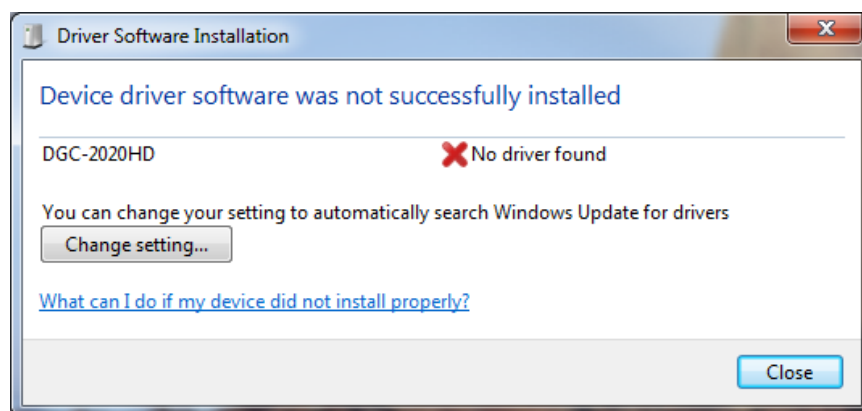

Figure 9-1. Installation du logiciel pilote
- Étape 1 : Si le message dans la Figure 9-1 s'affiche, fermez tous les programmes et redémarrez l'ordinateur.